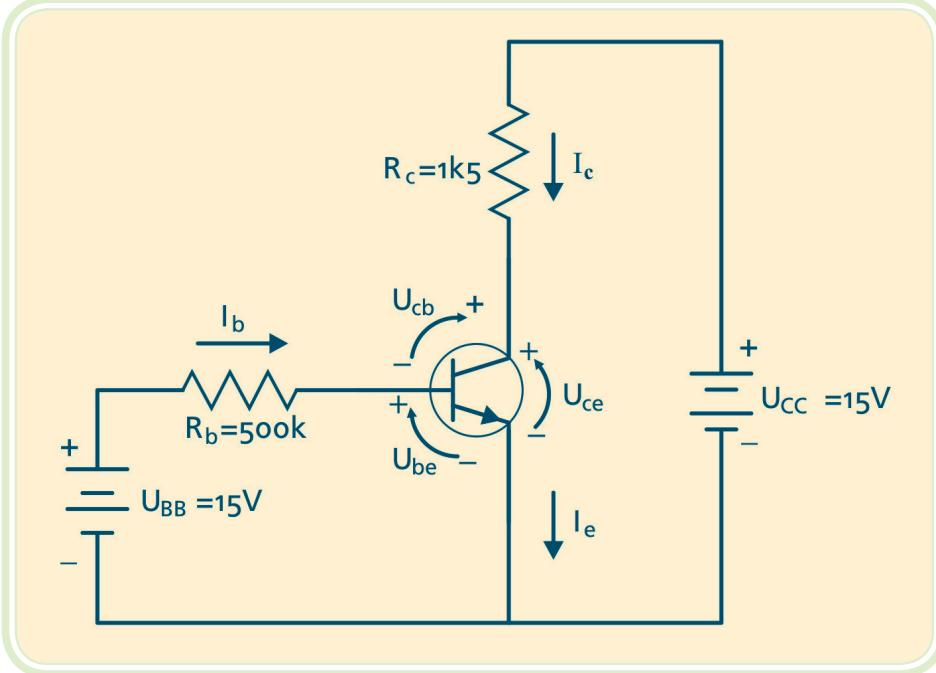

Figura 7.12: Polarização do transistor em emissor comum
- a) **Reta de carga** – a Figura 7.12 mostra um circuito com polarização de emissor comum. O desafio consiste em saber os valores de correntes e tensões nos diversos componentes. Uma forma de solução é o uso da reta de carga.
Vamos definir a reta de carga para o circuito da Figura 7.12 e determinar os valores de I_C e U_{CE} de operação do transistor.